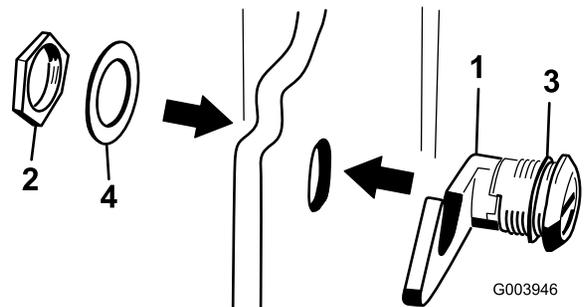

図 17
- フードラッチアセンブリからナットを取り外す [図 17]。
- フードの外側から、ラッチのフック側をフードの穴に通す。ゴム製のシールワッシャが、フードの外側に残るようにすること [図 17]。